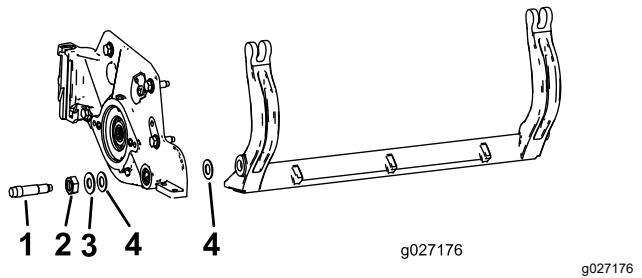

Bild 25
Bewahren Sie die zwei Nylonscheiben und die Scheibe aus gestanztem Stahl an jedem Ende des Untermesserträgers auf (Bild 25).
- Legen Sie eine Nylonscheibe auf jede Seite des Seitenplattenansatzes. Legen Sie eine Stahlscheibe außen auf jede Nylonscheibe (Bild 25).